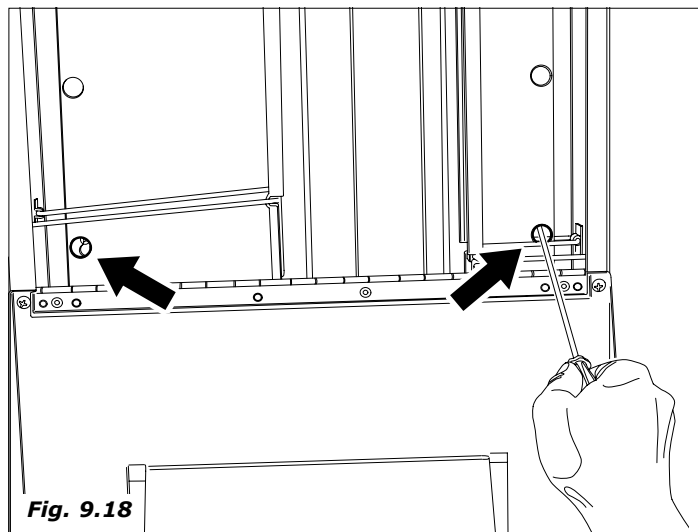

Fig. 9.18
- En el espacio de los vasos, localizar los dos agujeros laterales de acceso a los tornillos (Fig.9.18) y con un destornillador cruciforme medio con cuerpo largo, aflojar sin extraerlos.